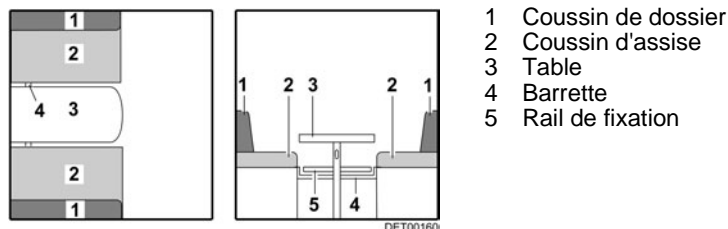

Fig. 63 Avant la transformation
- Convertir la table (Fig. 63,3) en sommier de lit (voir paragraphe 7.7).
- Insérer la baguette (Fig. 63,4) ou tirer vers le centre. La baguette est positionnée correctement si elle maintient le plateau de table directement derrière le pied de table.